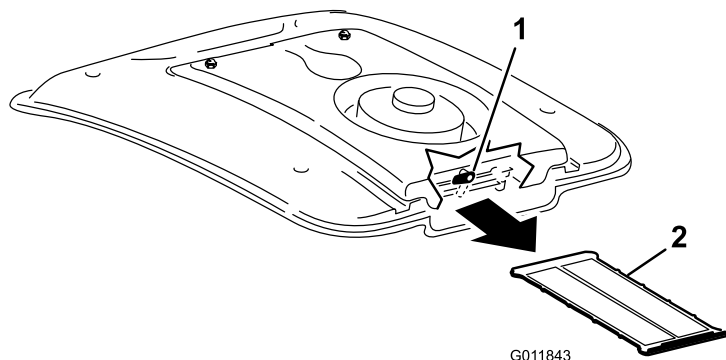

図 74
2. ファンマウントの後部についているラッチを上に戻して横向きにする図74。
3. エアコンコイルからスクリーンを引き出す図74。
4. スクリーンを圧縮空気ですていねいに洗浄する図74。